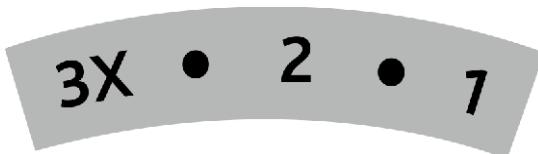

Рис. 12
2. Установите нужную передачу с помощью рычага коробки передач. Коробка передач культиватора имеет 2 передачи вперед (1 и 2), и одну назад (3Х) (рис. 12).